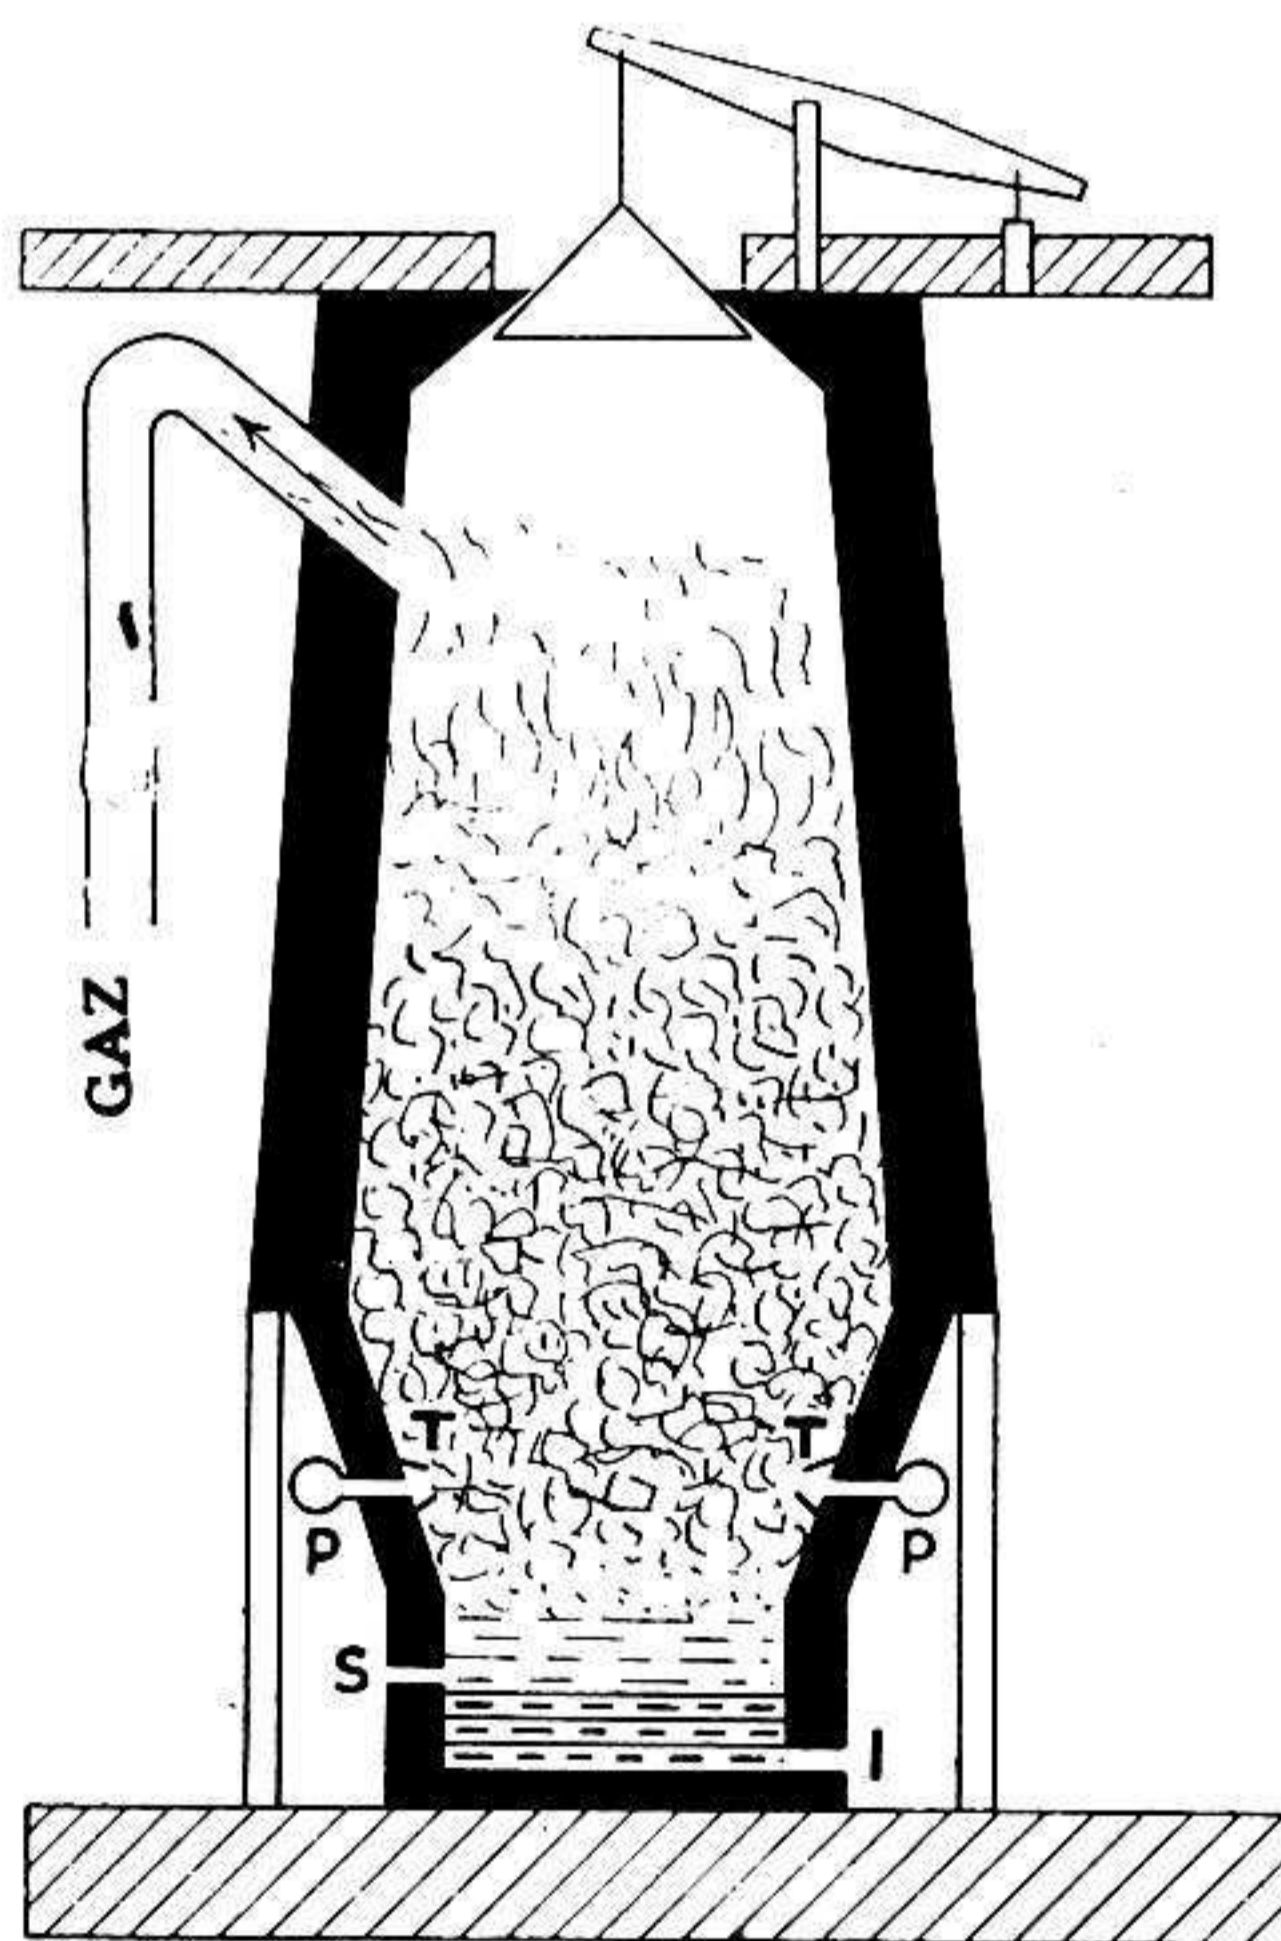

Fig. 1 - Croquis d'un Haut-Fourneau
Le croquis ci-contre (Fig. 1) donne une bonne idée de la construction d'un haut-fourneau type. L'armature circulaire est recouverte de briques réfractaires capables de supporter une température très élevée. La partie supérieure de l'armature est fermée par un clapet (sorte de bouchon conique). Ce clapet peut être abaissé afin de permettre de charger le haut-fourneau de minerai, de calcaire ou de coke. On voit également le tuyau de soufflerie (P) qui entoure le four, de même que les tuyères par lesquelles l'air entre dans le haut-fourneau. Ces tuyères doivent supporter une température extrêmement élevée, et afin de les empêcher de fondre, elles sont entourées de tuyaux dans lesquels circule constamment de l'eau froide. Le croquis montre aussi les deux ouvertures (S) et (I) par lesquelles s'échappent respectivement le laitier et la fonte liquide. Enfin, à proximité de la partie supérieure de l'armature, se trouve une ouverture par laquelle s'échappent les gaz de combustion.